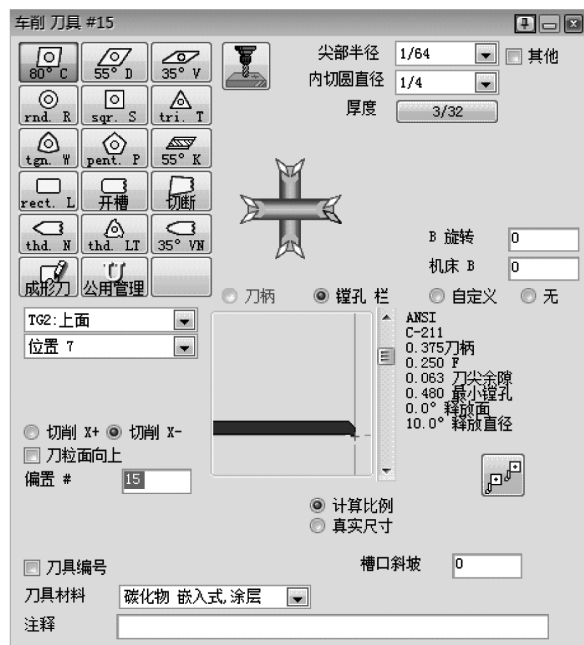

图 5-34 车削刀具#15
17) 创建车削刀具#15, 如图 5-34 所示。此刀具将对内径粗加工。